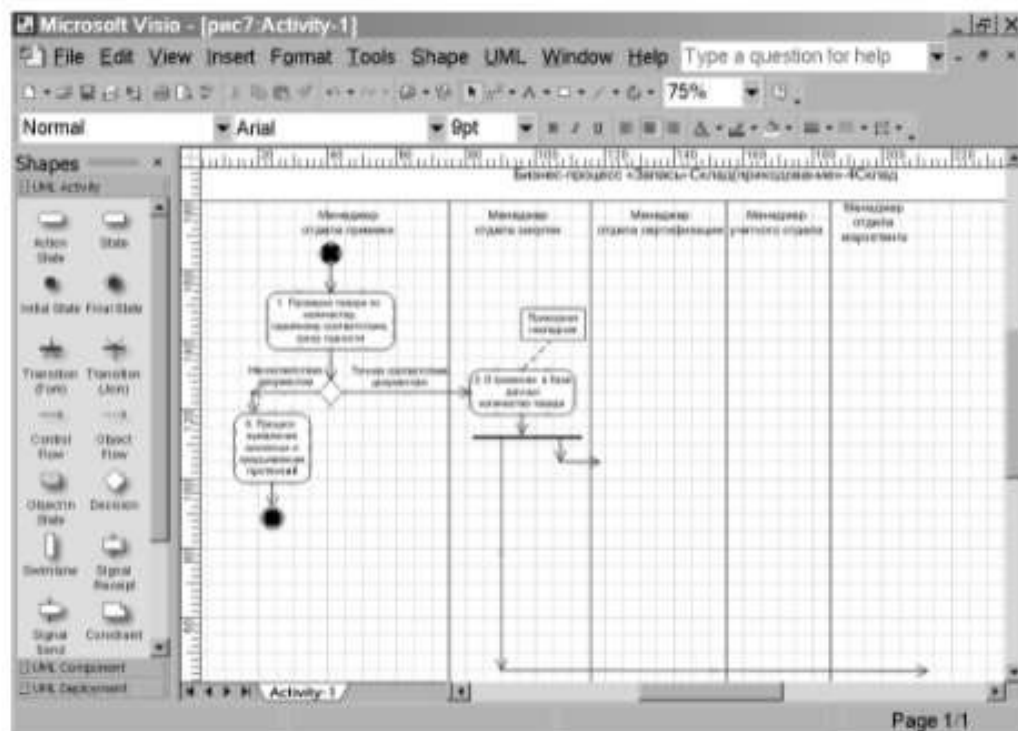

Рис. 10. Диаграмма действий менеджера отдела приемки и менеджера отдела закупки
20. Сравните полученное изображение с рис. 10.